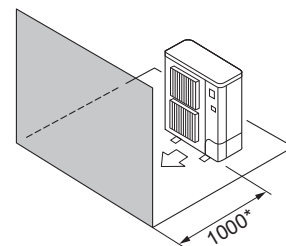

Fig. 2-6
- ④ Obstáculos sólo en la parte delantera (Fig. 2-6)